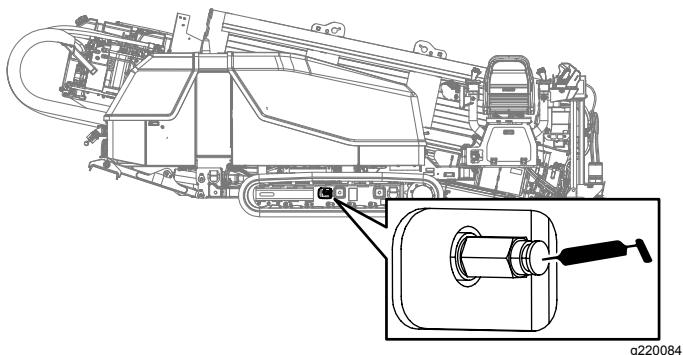

Рисунок 103
3. Удалите грязь и мусор вокруг клапана консистентной смазки для натяжения гусениц (Рисунок 103).
5. Заправляйте консистентную смазку в масленику, пока натяжение не достигнет 22,063 кПа (3200 фунтов на кв. дюйм [220,63 бар]), как показано на Рисунок 103.
5. Поверните клапан консистентной смазки для натяжения гусеницы в направлении против часовой стрелки **не более чем на 1 оборот** (Рисунок 103).